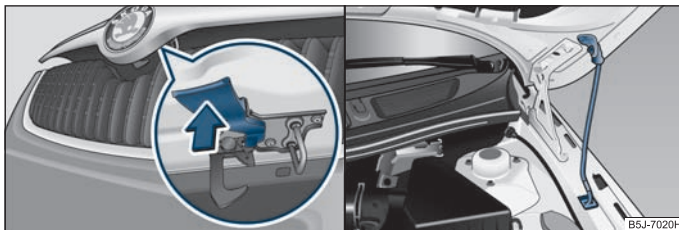

Fig. 139 Calandre: Levier de fixation / Fixation du capot-moteur avec appui du capot
- Tirez le levier de sûreté ⇒ fig. 139 – à gauche, le capot est déverrouillé.
- Sortez l'appui du capot de son support et mettez-le dans l'ouverture prévue à cet effet ⇒ fig. 139 – à droite.